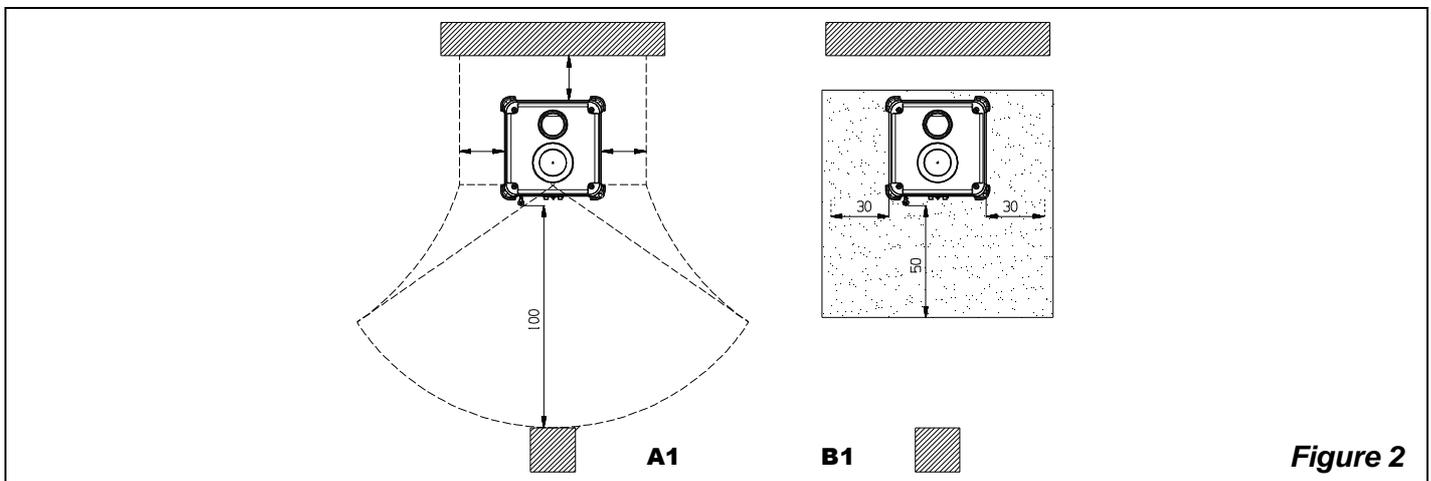

Figure 2
- pour assurer une isolation thermique suffisante, respecter la distance minimale de sécurité entre le poêle et les éléments de construction et objets inflammables et sensibles à la chaleur (meubles, revêtements en bois, tissus, etc.) (voir Figure 2 A). **Toutes les distances minimales de sécurité sont indiquées dans l'étiquette du produit et on ne doit PAS descendre au-dessous des valeurs indiquées.**
- si le produit est installé sur un sol de matériau inflammable, prévoir une base ignifuge. **Les sols composés par matériaux inflammables**, comme moquette, parquet ou liège etc., **doivent être remplacés** par une couche de matériel pas inflammable, par exemple céramique, pierre, vitre ou acier etc.. (dimensions selon les dispositions régionales). Le fond de sol doit dépasser d'au moins **20 cm**. à l'arrière, de **30 cm**. sur les côtés, et de **50 cm**. de face, au-delà de l'ouverture de la porte de chargement (voir Figure 2 B).